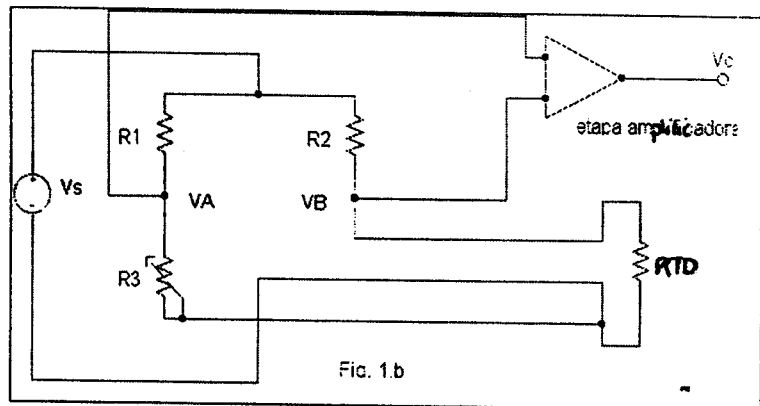

Fig. 1.b
- b.2. Utilice un Pte. Wheatstone para acondicionar la salida de la RTD, según se indica en la Fig. 1.b., con  $R_1=R_2=500 \Omega$ . La alimentación es de 10v: